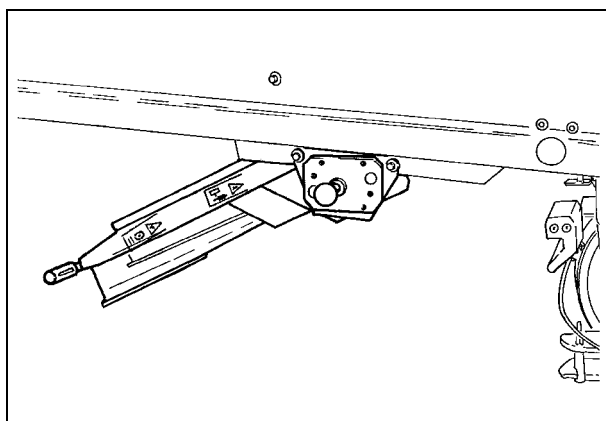

Рис. 32
- Горизонтальное положение (Рис. 32), для разборки сит
**ВАЖНОЕ ЗАМЕЧАНИЕ:** Перед присоединением прицепа жатки (если он используется) к сцепному устройству комбайна необходимо перевести разбрасыватель соломенной сечки в горизонтальное положение (Рис. 32).